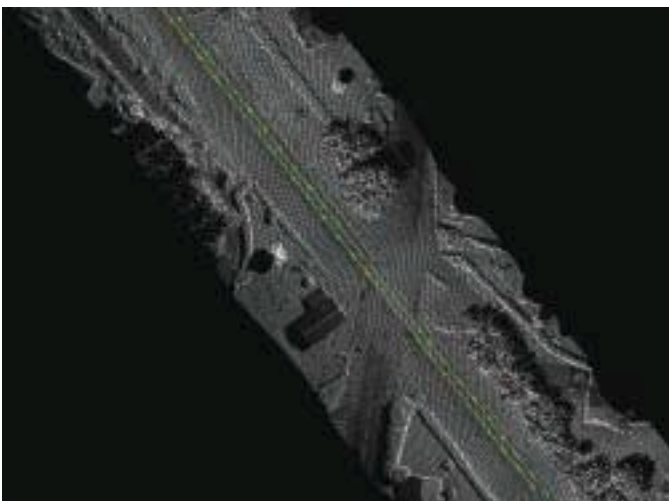

Figure 4
- La troisième étape consiste à lisser la polygline issue de ces points afin de déterminer la position finale des rails. (figure 4)